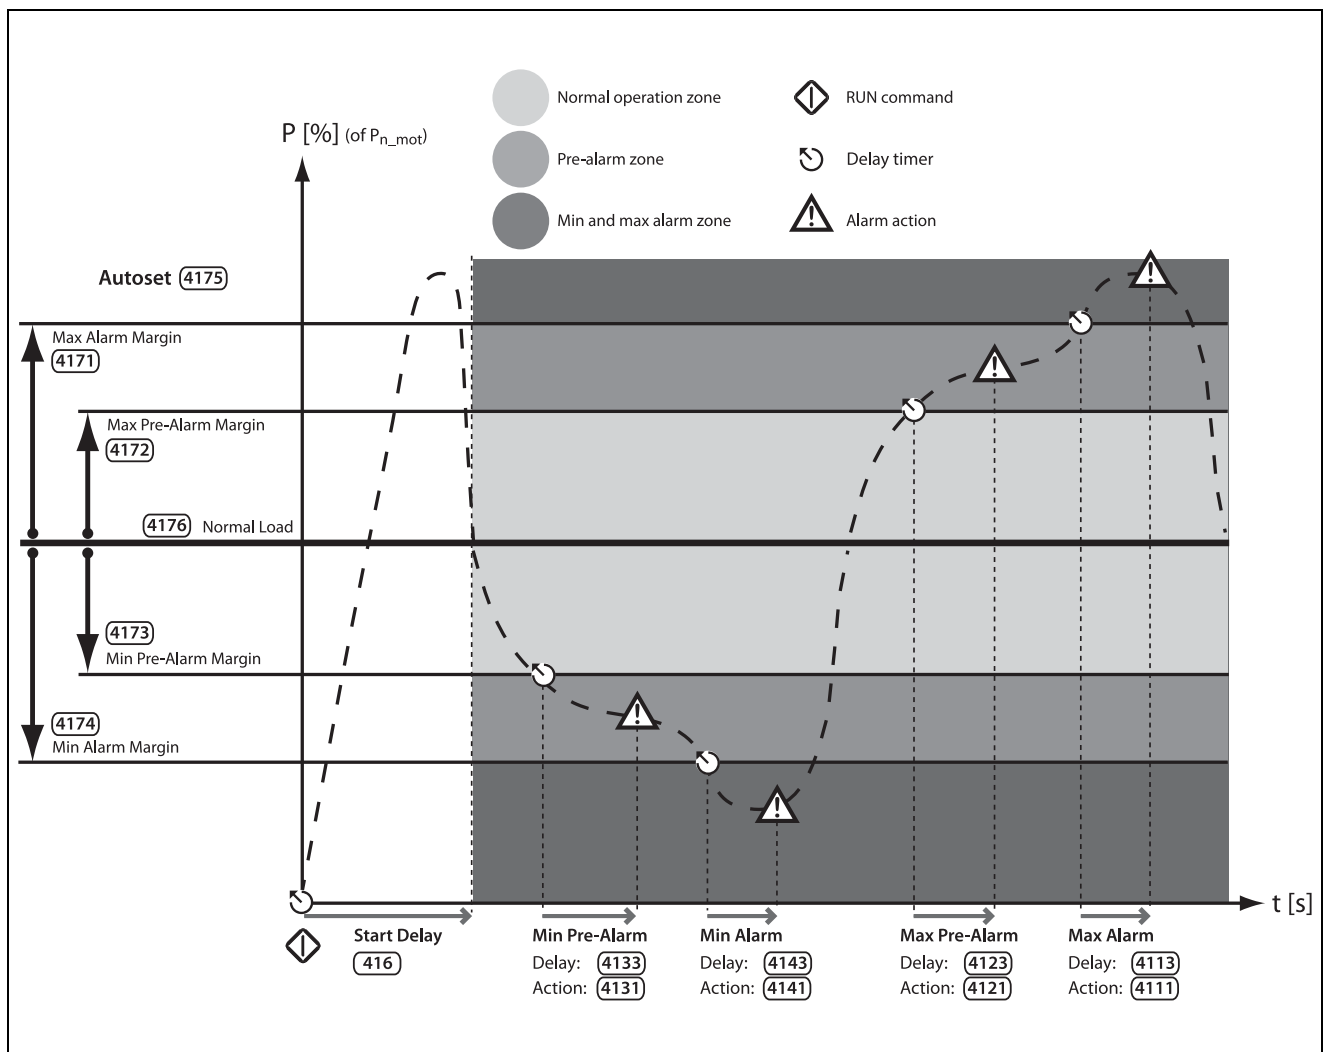

Fig. 64 Ajuste automático de los márgenes de alarma del monitorizador de par.
2. La configuración «Autoset», en la que se configuran automáticamente los niveles de alarma, se basa en los cuatro «márgenes de alarma» de «Par normal»+(Fig. 64).
Consulte el capítulo Fig. 64. El modo más rápido de adaptar el monitorizador a diferentes situaciones de carga es utilizar la función «Autoset», que aplica automáticamente cuatro «márgenes de alarma» a un nivel de «Par normal» mientras el motor está en funcionamiento. Los «márgenes de alarma» son porcentajes que se suman o se restan al «Par normal», que es el par electrónico en condiciones de funcionamiento normales. Consulte los cálculos en la Tabla 31, página 117. El «Par normal» se expresa como porcentaje de la potencia nominal del motor (es decir, el 100 % sería el ajuste de potencia del motor del menú [223]).